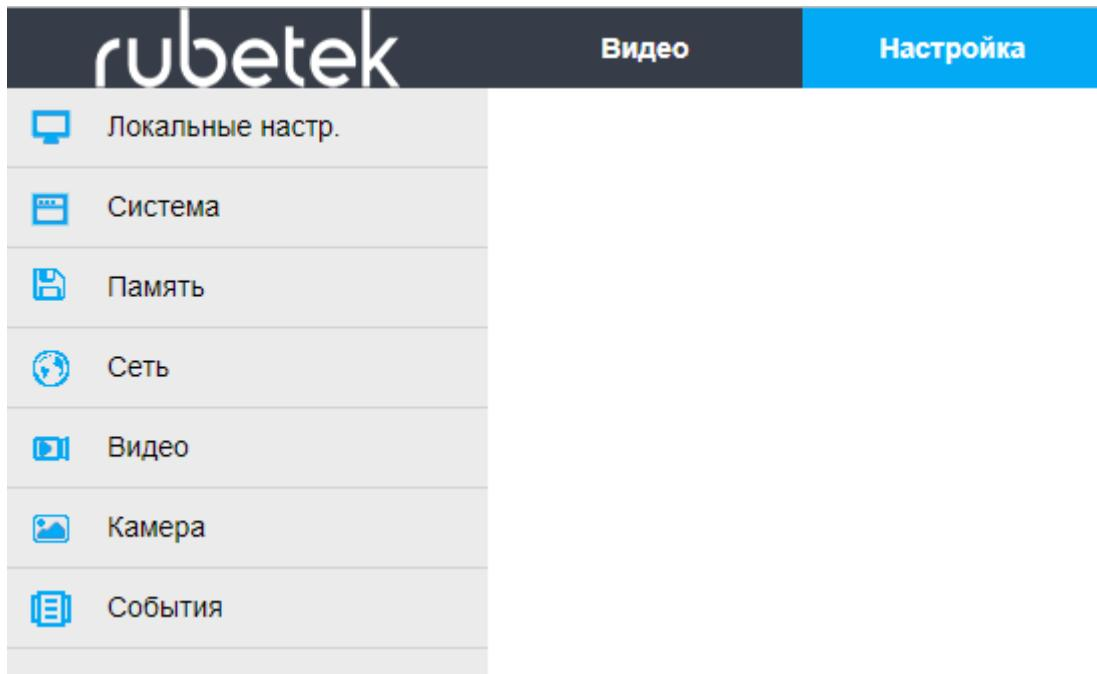

Рисунок 3.13 - Интерфейс раздела «Настройки»
14. Настройка видеокамеры производится на соответствующих вкладках (Рисунок 3.13). Также возможно изменение некоторых настроек камеры по протоколу ONVIF.